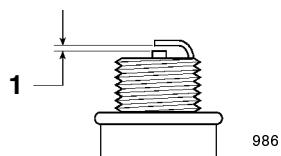

Figure 77
4. Réglez l'écartement des électrodes de la bougie neuve comme illustré à la Figure 77.